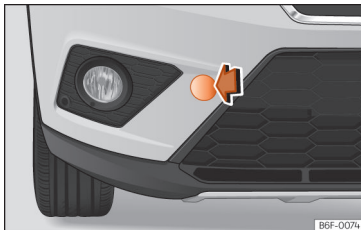

Abb. 46 Stoßfänger vorn rechts: Abdeckung entfernen.
Die Abschleppöse wird in die hinter einer Abdeckung auf der rechten Seite des vorderen Stoßfängers befindliche Aufnahme eingeschraubt » Abb. 46.
- Drücken Sie die Abdeckung zum Herauslösen im rechten Bereich und lassen Sie sie am Fahrzeug hängen » Abb. 46.